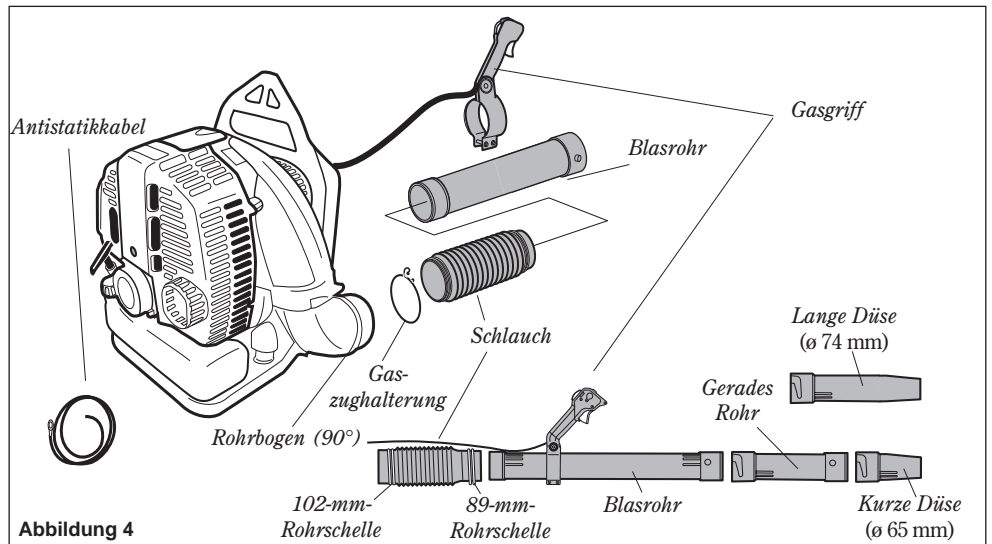

Abbildung 4
1. Stellen Sie das Blasergerät aufrecht auf den Boden oder auf eine stabile Unterlage, und beachten Sie die in Abbildung 4 dargestellte Teileausrichtung.